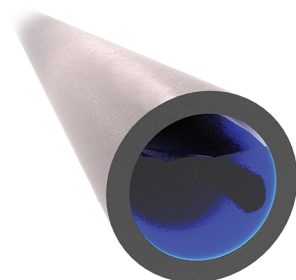

Рис. 3
- 1 Подготовьте трубопровод к монтажу: очистите трубу от грязи и ржавчины (рис. 3).